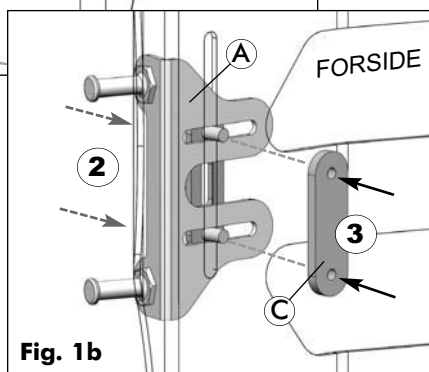

Fig. 1b
- Fra bagsiden af ryglænskskallen skal du montere de 2 fremstikkende skruer fra monteringsbeslaget gennem den lodrette åbning i MX2-ryglænskskallen (2); (Se Fig. 1b)
- For at fastgøre monteringsbeslaget på Mx2-ryglænskskallen skal du skrue skruerne ind i møtrikpladen (D) på forsiden (indersiden) af ryglænskskallen (3); (Se Fig. 1b)
- 2 Installer det resterende søhestebeslag til lynudløsning (A) på den modsatte side af ryglænskskallen (i henhold til Trin 1 herover).